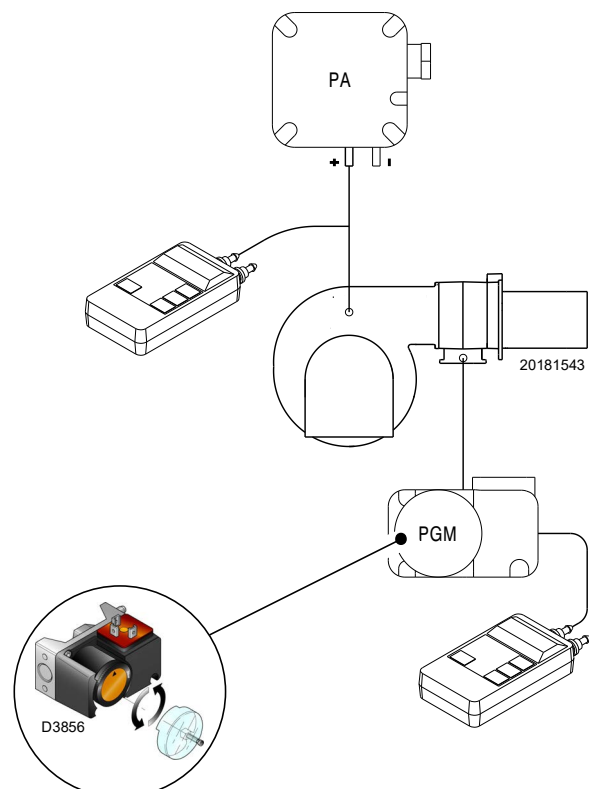

Abb. 28
- Regeln Sie den Maximal-Gasdruckwächter (Abb. 28 auf Seite 31) auf das Skalende.
Die Einstellung des Maximal-Gasdruckwächters ausführen (Abb. 28), nachdem alle anderen Einstellungen des Brenners bei auf das Skalende eingestellten Maximal-Gasdruckwächter vorgenommen wurden.